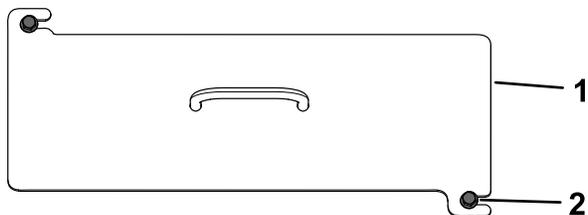

Рисунок 45
2. Ослабьте затяжку 2 болтов крепления передней крышки к машине (Рисунок 45).